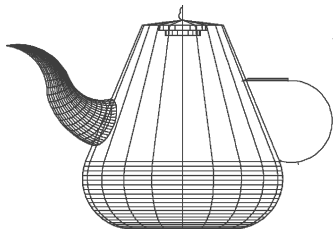

图 11-61 绘制壶盖上端
(5) 单击“视图”选项卡“视觉样式”面板中的“前视”按钮，将视图方向设定为前视图。单击“默认”选项卡“绘图”面板中的“多段线”按钮，绘制如图 11-61 所示的多段线。